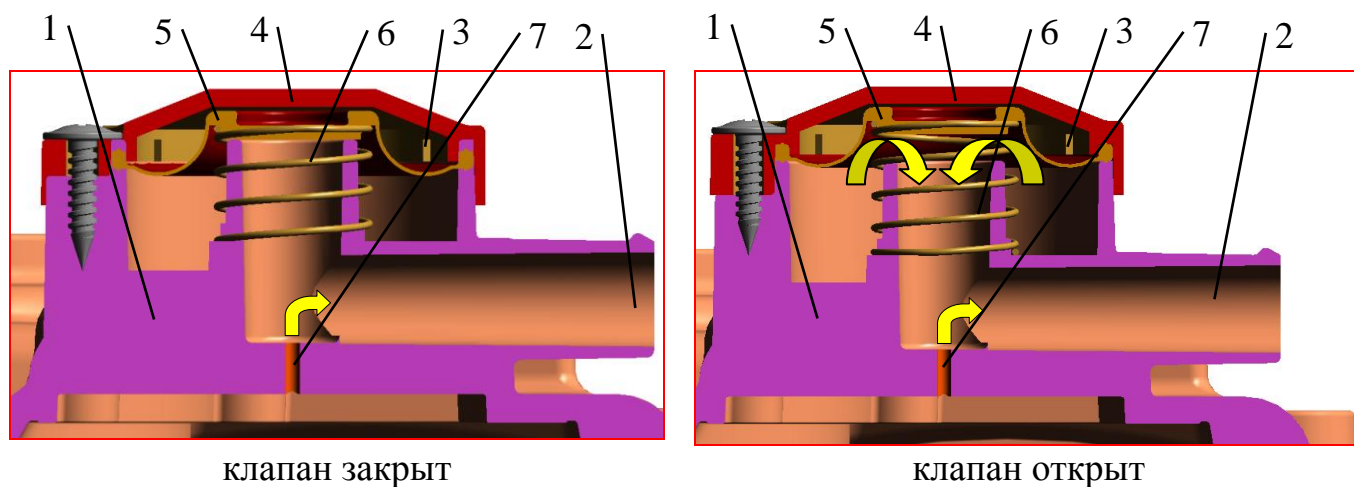

Рис.37. Клапан разрежения:
**Клапан разрежения** (рис.37) служит для регулирования разрежения в картере и скорости движения картерных газов в лабиринте маслоотделителя в зависимости от режима работы двигателя. Клапан разрежения находится в крышке клапанов.